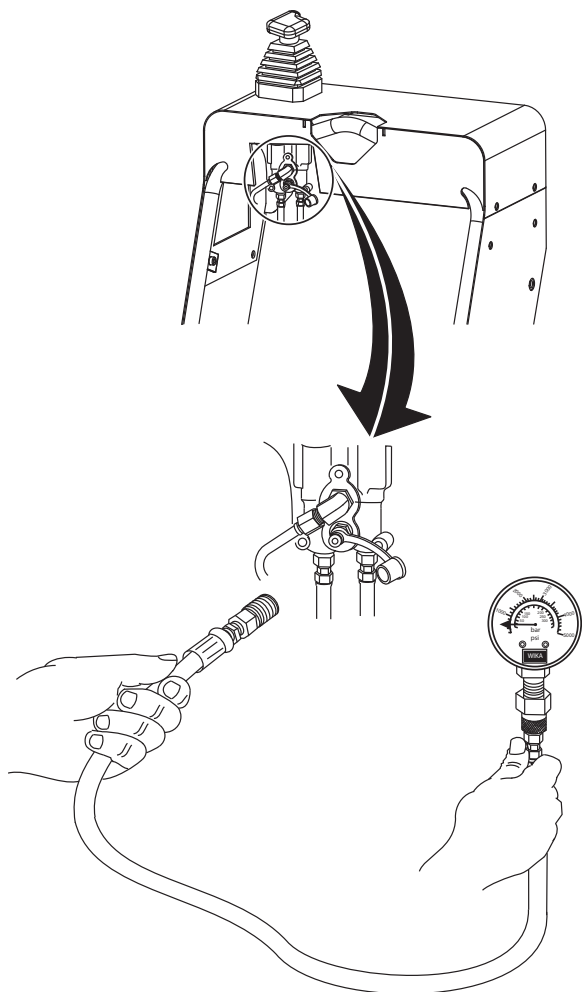

Figura 48. Comprobación de la presión de la dirección
1. Quite la cubierta de acceso izquierda e introduzca el manómetro de prueba (300 a 600 lb/pulg²) según se muestra en la Figura 48 in el acoplador rápido de diagnóstico de la válvula de dirección izquierda.